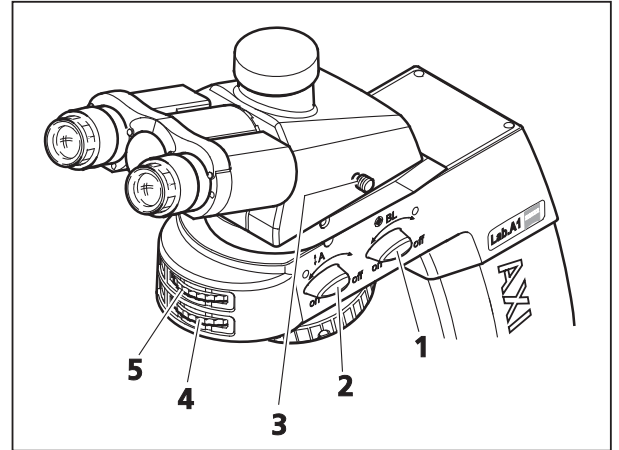

Fig. 4-17 Axio Lab.A1 Lumière transmise et conoscopie
- Avec le bouton **A** (Fig. 4-17/2) amenez l'analyseur dans le trajet lumineux (position **on**). Vous pouvez modifier la direction de vibration avec la bague de réglage (Fig. 4-17/4) de l'analyseur.
- Introduisez la lentille de Bertrand **BL** (Fig. 4-17/1) dans le trajet lumineux (position **on**). L'image des axes apparaît dans le champ visuel.
- Avec la bague de réglage (Fig. 4-17/5) mettez au point l'image des axes.